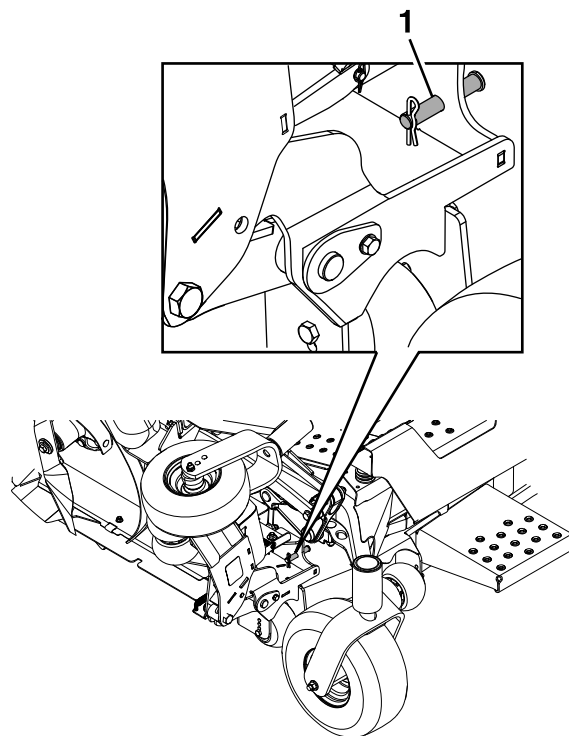

Figura 17
1. Retire el pasador y la chaveta que sujetan cada carcasa lateral en posición vertical y colóquelas en la posición de almacenamiento (Figura 17).